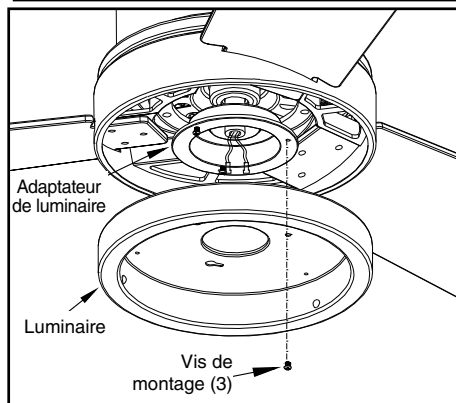

Figure 13
1. Desserrez sans les retirer deux des trois vis de montage du moteur du ventilateur; retirez une vis de montage. (Figure 13)
2. Poussez le bac du luminaire vers le haut jusqu'au moteur du ventilateur de façon à ce que les deux têtes de vis desserrées tiennent dans les fentes en trou de serrure. Tournez le bac du luminaire dans le sens des aiguilles d'une montre et serrez les vis. Réinsérez la vis qui a été retirée à l'étape 1 et serrez-la fermement. (Figure 13)